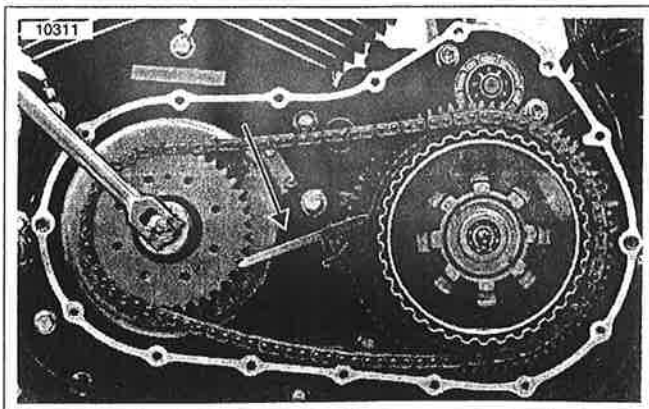

Figura 6-12. Uso de la articulación de bloqueo de la rueda dentada (HD-46283 o HD-38362) para aflojar la tuerca de la rueda dentada del motor
3. Vea la Figura 6-12. Instale la ARTICULACIÓN DE BLOQUEO DE LA RUEDA DENTADA (HD-46283 o HD-38362). Quite la tuerca de la rueda dentada del motor. Afloje, pero no quite, la rueda dentada del motor. Si es necesario, use los tres artículos del KIT DEL EXTRACTOR E INSTALADOR DE LA PISTA DEL COJINETE (HD-34902-B): TAPA DEL EXTREMO (HD-34902-7), PUENTE (pieza N° J-7830-5) y TORNILLO DE FUERZA (pieza N° J-21686-12), y dos pernos para aflojar la rueda dentada del motor.